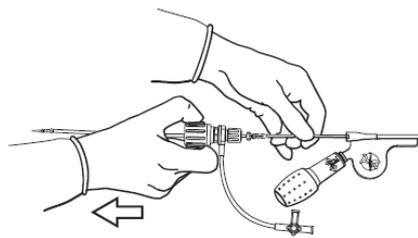

Figura 3. Retirada de la válvula
1. Retire la válvula del eje del catéter flexible (Figura 3).